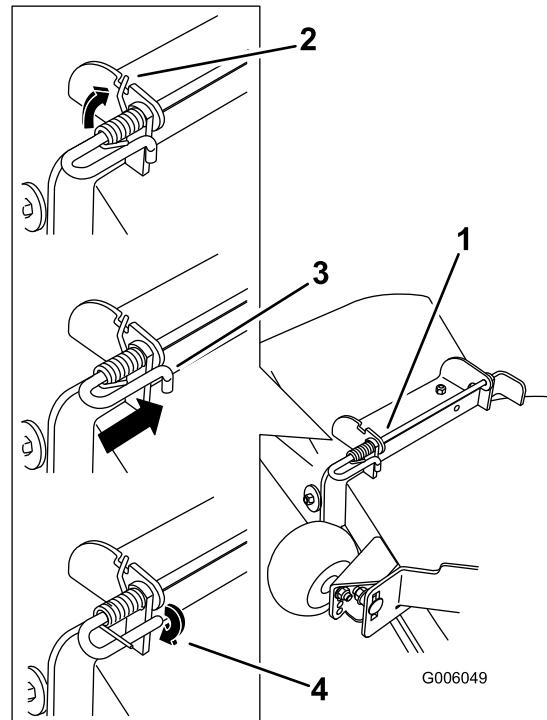

Figure 70
5. Fixez l'ensemble tige et ressort en le tournant de sorte à pouvoir placer l'extrémité courte de la tige derrière le support avant soudé au plateau de coupe (Figure 70).
4. Soulevez le côté long du ressort et placez-le dans le cran du support de l'ensemble déflecteur (Figure 70).